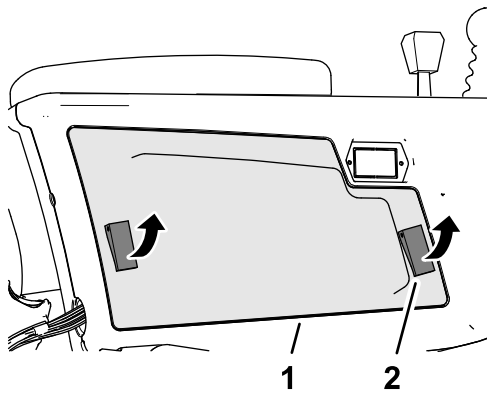

Figura 96
2. Abra os dois trincos que fixam a cobertura do braço de controlo ao braço de controlo e remova a cobertura (Figura 96).